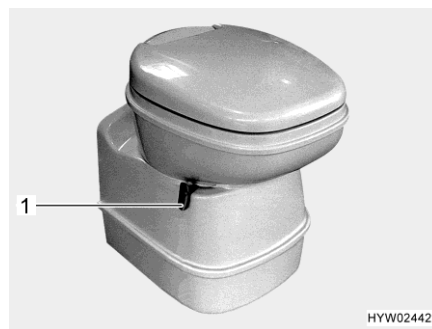
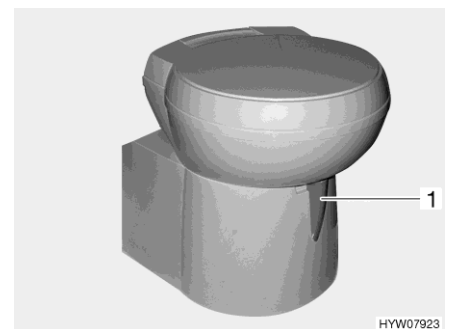

Bild 272 Thetford-Toilettenschüssel, schwenkbar
Bild 273 Thetford-Toilettenschüssel, schwenkbar (Alternative)
- Vor dem Spülen den Schieber der Thetford-Toilette öffnen. Dazu den Schieberhebel (Bild 272,1 bzw. Bild 273,1) entgegen dem Uhrzeigersinn schieben.